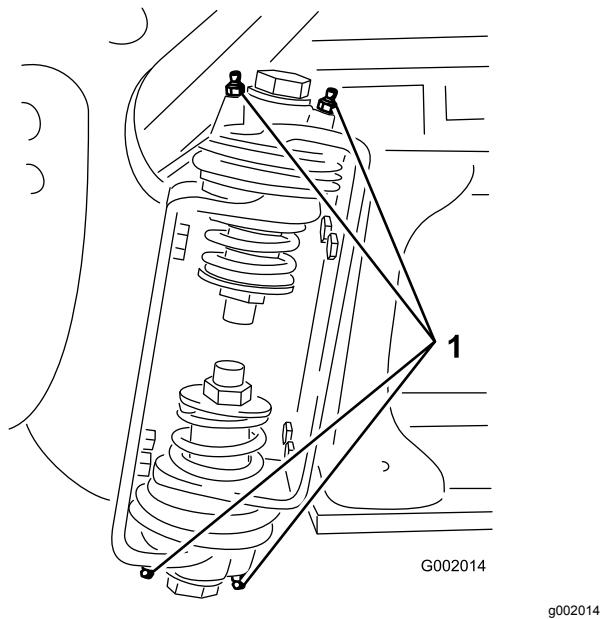

Figure 100
2. Injectez la graisse dans le roulement ou la bague au niveau de chaque graisseur (Figure 100).